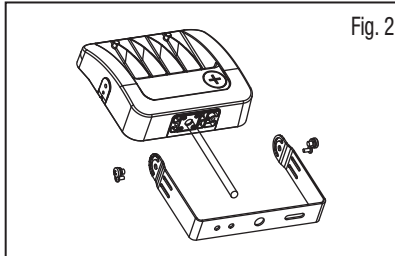

Fig. 2
4. Using the Phillips Head Yoke Mounting screws (M6x12), fix the yoke mount to both sides of the fixture in the larger of the two holes. (Fig. 2)
4. À l'aide des vis de montage pour étrier Phillips (M6x12), fixez le support étrier de chaque côté du luminaire dans les trous les plus grands. (Voir Fig. 2)